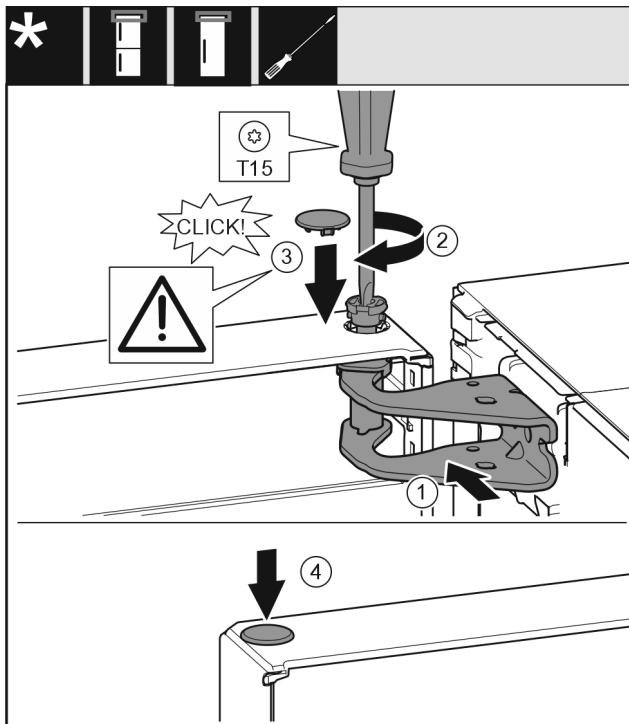

Fig. 19
- ▶ Tür oben zur Öffnung im Lagerbock ausrichten. Fig. 19 (1)
- ▶ Bolzen einsetzen und mit Schraubendreher T15 festschrauben. Fig. 19 (2)
- ▶ Sicherungsabdeckung zur Sicherung der Tür montieren: Sicherungsabdeckung einsetzen und kontrollieren ob sie auf der Tür aufliegt. Ansonsten Bolzen vollständig einsetzen. Fig. 19 (3)
- ▶ Stopfen einsetzen. Fig. 19 (4)